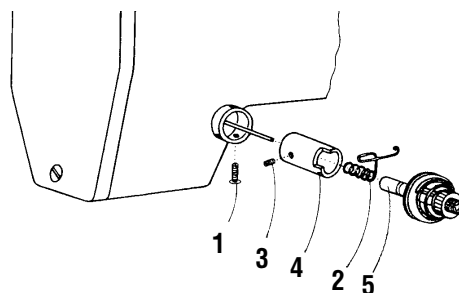

Abb. 23
25. Einstellung der Ausgleichsfederfunktion (Abb. 23)